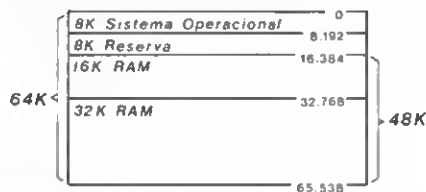

Figura 1
**MICROSISTEMAS—** Isso não é defeito do seu equipamento. O que acontece é que a memória do seu micro se organiza como mostra a Figura 1. E, qualquer que seja a expansão, o máximo aproveitável em seus programas será 48 K. A utilização da RAM se inicia no endereço 16384 (leia o artigo "Pequenas memórias, grandes economias",